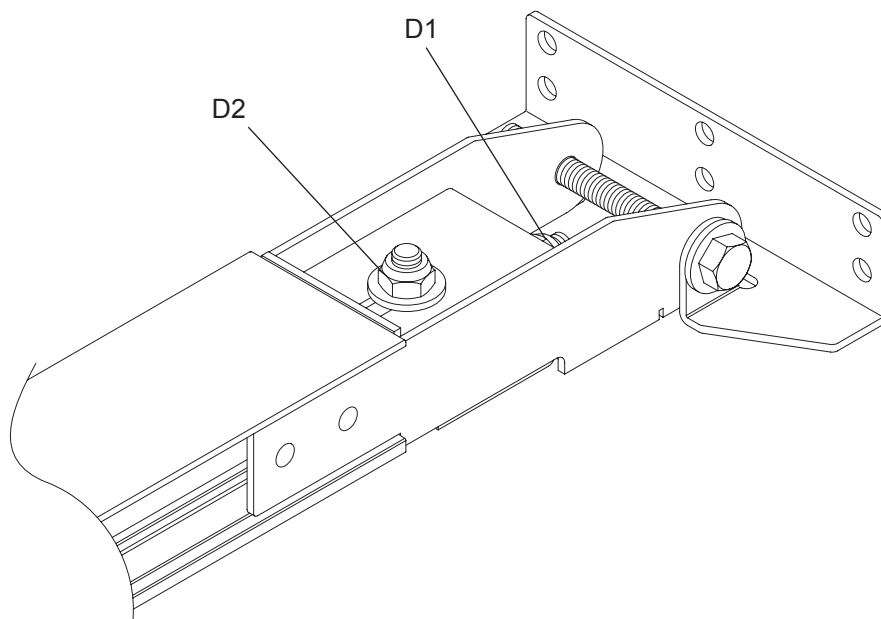

Fig.7
- e) Tensionare **leggermente** la catena avvitando il dado D1 (Fig.7).
- f) Serrare forte il dado D2 (Fig.7).
- e) **Slightly tension the chain by tightening the nut D1 (Fig.7).**
- f) **Firmly tighten the nut D2 (Fig.7).**
- e) Kette **leicht** über die Mutter D1 spannen (Abb.7).
- f) Mutter D2 richtig festziehen (Abb.7).
- e) **Tendre légèrement la chaîne en serrant l'écrou D1 (Fig.7).**
- f) **Serrer fort l'écrou D2 (Fig.7).**
- e) Tensar **ligeramente** la cadena enroscando la tuerca D1 (Fig.7).
- f) Apretar a fondo la tuerca D2 (Fig.7).
- e) Naciągać lekko łańcuch dokręcając nakrętkę D1 (rys.7).
- f) Docisnąć mocno nakrętkę D2 (rys.7).